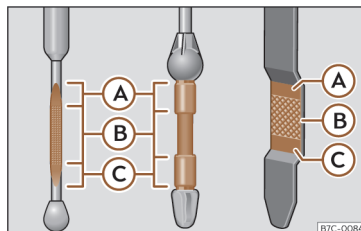

Fig. 210 Vareta de medição do nível de óleo.
- Em seguida, retire-a novamente e verifique o nível do óleo»» Fig. 210. Caso seja necessário, reponha óleo do motor.
- Quando o nível de óleo atingir pelo menos a zona»» Fig. 210 (B), enrosque a tampa do bocal de enchimento com cuidado »» ⓘ.
Se o nível do óleo se encontrar por cima da zona»» Fig. 210 (A), não ponha o motor em funcionamento. Pode causar danos no motor e no catalisador. Dirija-se a uma oficina especializada.
O nível do óleo não pode ultrapassar, em caso algum, a zona»» Fig. 210 (A). Caso contrário, poderia ser aspirado óleo pela ventilação do cárter da cambota e chegar à atmosfera através do sistema de escape.